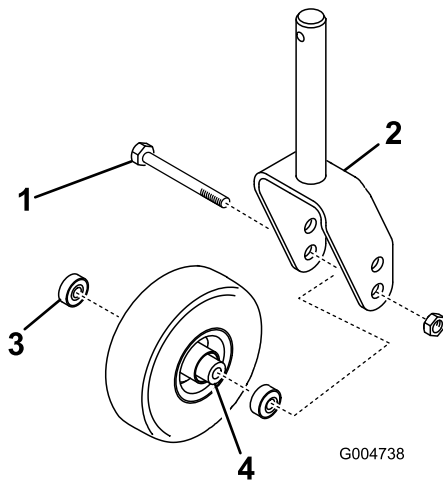
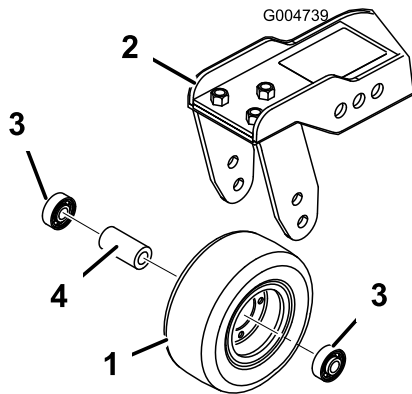

Figura 111
Figura 112
- Togliete il dado di bloccaggio dal bullone che fissa il gruppo ruota orientabile alla forcella (Figura 111) o al braccio di rotazione (Figura 112).
2. Togliete il cuscinetto dal mozzo della ruota e lasciate cadere il distanziale del cuscinetto (Figura 111 e Figura 112).